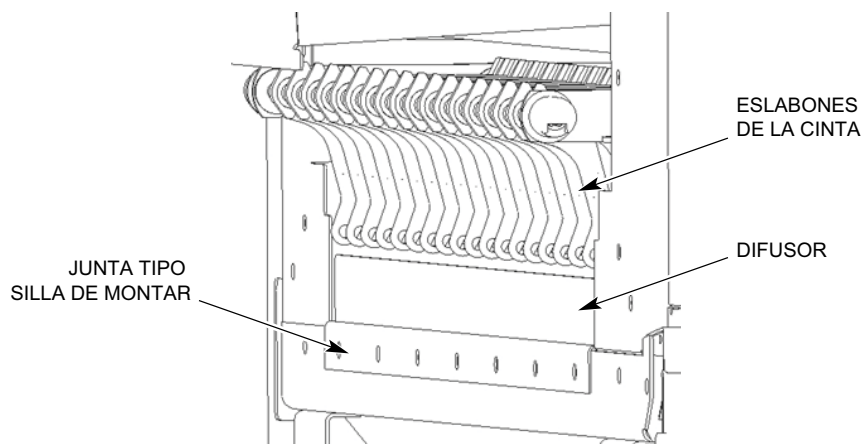

Figura 13
3. Si el lavavajillas está equipado con ensamblaje estándar para cinta transportadora, instale difusores junto con las juntas tipo silla de montar usando los mismos accesorios de montaje. Asegúrese de que estos difusores se ajusten en la posición inferior para garantizar que no interfieran con los eslabones de la cinta (Figura 13).